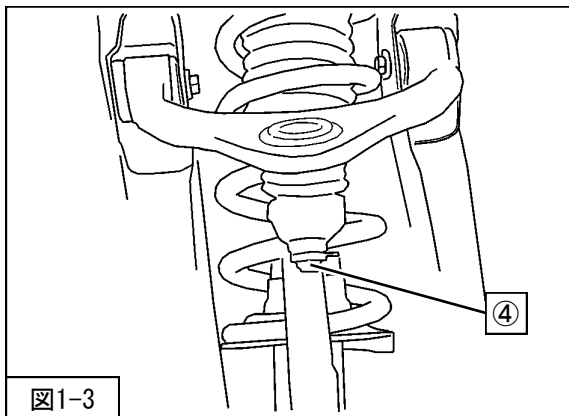

図1-3
4. ④割ピン・アッパーアームジョイントナットを取外し、アッパーアームとリンクを切り離してください。(図1-3)